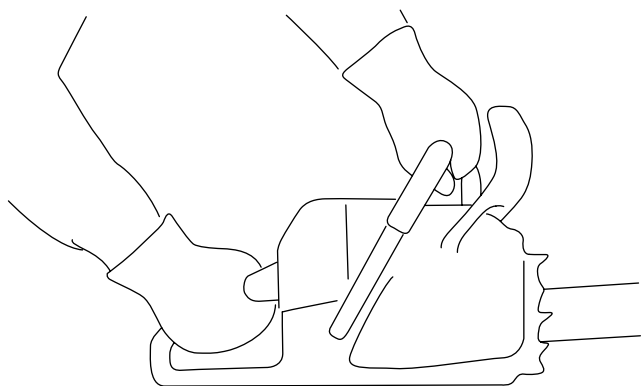

Figure 11
1. Tenez fermement la tronçonneuse à deux mains, la main gauche sur la poignée avant et la main droite sur la poignée arrière, comme montré à la **Figure 11**.
1. Tenez fermement la tronçonneuse comme montré à la **Figure 11**.
3. Tenez fermement la tronçonneuse comme montré à la (Figure 11).
1. Tenez fermement la tronçonneuse comme montré à la Figure 11.